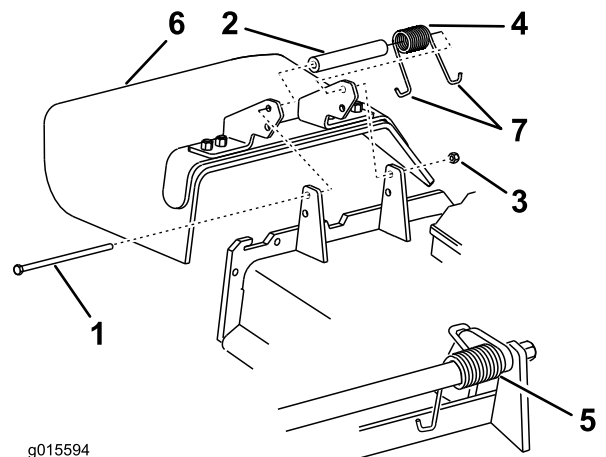

Bild 1
1. Entfernen Sie die Sicherungsmutter, die Schraube, das Distanzstück und die Feder, mit denen der Seitenauswurfkanal am Mähwerk befestigt ist (Bild 1).
2. Entfernen Sie den seitlichen Auswurfkanal vom Mähwerk (Bild 1).